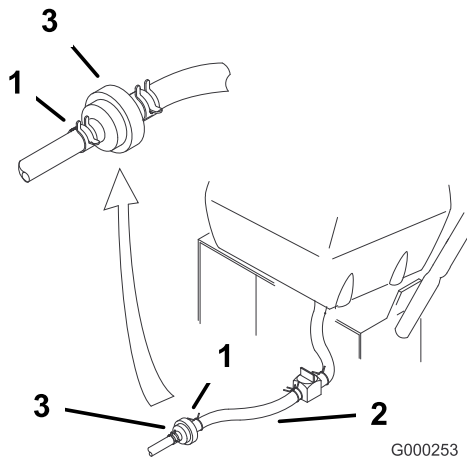

Figure 34
3. Pincez les extrémités des colliers et faites glisser ceux-ci pour les éloigner du filtre (Figure 34).